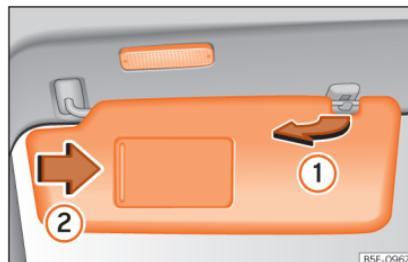

Abb. 116 Sonnenblende.
- Die Sonnenblende kann aus der Halterung herausgezogen und zur Tür »» Abb. 116 ① geschwenkt werden.